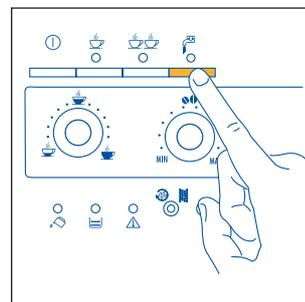

Fig.21
- Trykk på tasten  (fig. 21). Varsellampen  vil slå seg på for å vise at funksjonen er blitt valgt.
- Trykk på tasten  (fig. 21). (Vi anbefaler at du ikke slipper ut vann i mer enn 2 minutter av gangen).
- Når ønsket temperaturen er nådd, stans utslippet av damp ved å vri dampbryteren med urviserne helt til den stanser (fig. 6) og trykk på damp-tasten (fig. 21) for å slå av dampfunksjonen.